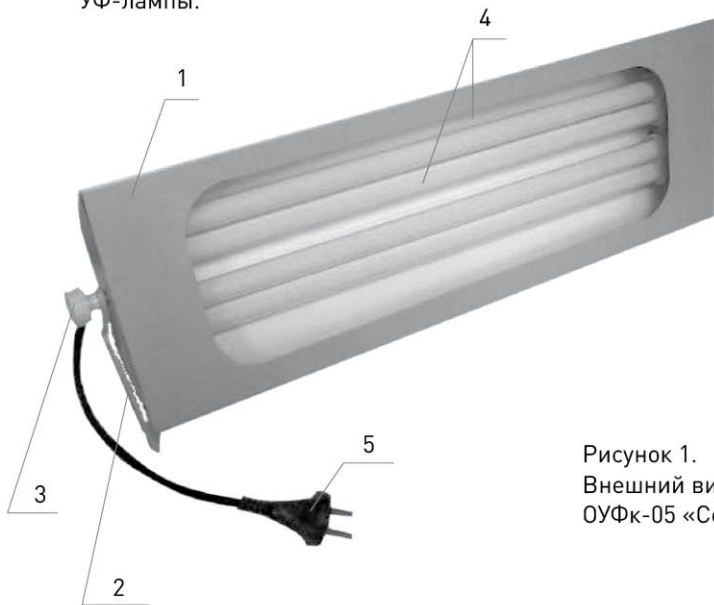

Рисунок 1.
- 7.2 Перед началом работы лампы облучателя рекомендуется осторожно, чтобы не повредить колбы ламп (4), протереть салфеткой, смоченной спиртом (см. рис. 1). Во избежание затекания спирта в электрическую схему, салфетка должна быть отжата.
- 7.3.4 Включите шнур питания (5) облучателя в сеть 220 В 50 Гц (см. рис. 1). В течение 1 мин. должно произойти загорание лампы.